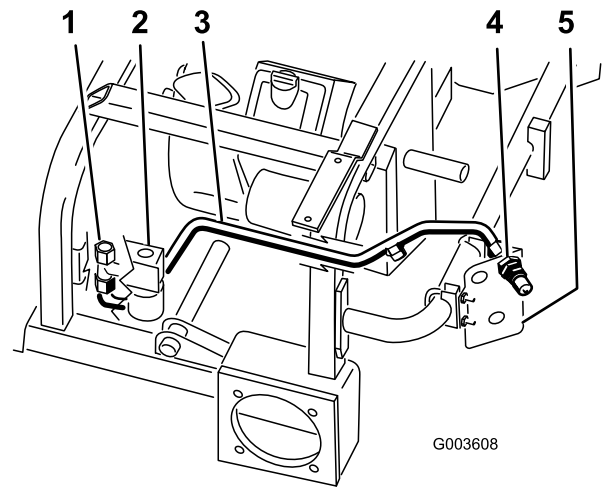

図 15
2. 図 15 に示すように、油圧ライン1番を機体に位置決めする。
3. バルブの側部に組みつけられたフィッティングに油圧ライン1番を取り付ける 図 15。
4. 油圧ライン1番を、上側のオスのカップラに取り付ける 図 15。